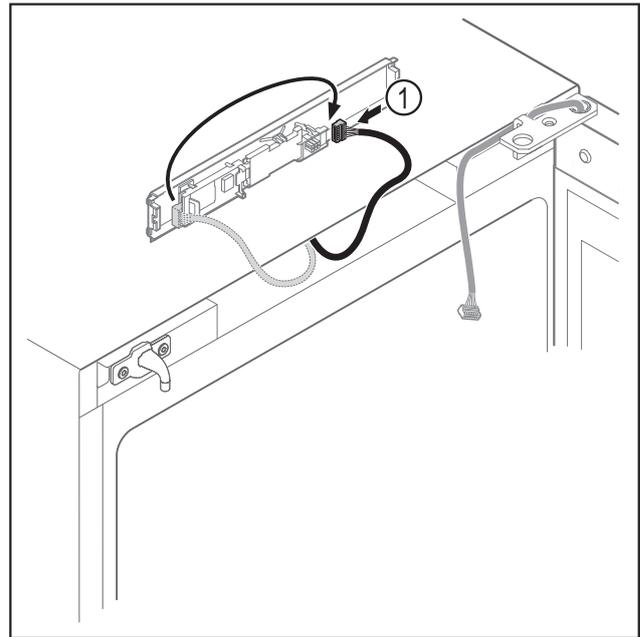

Fig. 16
- Brancher le connecteur Fig. 16 (1) de l'autre côté.